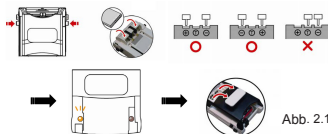

Abb. 2.1
2.2 Überprüfen Sie die Polarität, indem Sie die Federanschlüsse auf die Ladekontakte ausrichten, bis die gelbe LED (5) leuchtet.
Stellen Sie die Federkontakte horizontal ein, indem Sie beide Seiten der Entsperrtaste für die Winkeleinstellung (4) drücken. Stellen Sie Kontakt mit den Ladekontakten des Akkus her, bis die gelbe LED (5) leuchtet, dann klemmen Sie den Akku mit der Klappe (8) an (siehe Abb. 2.1).